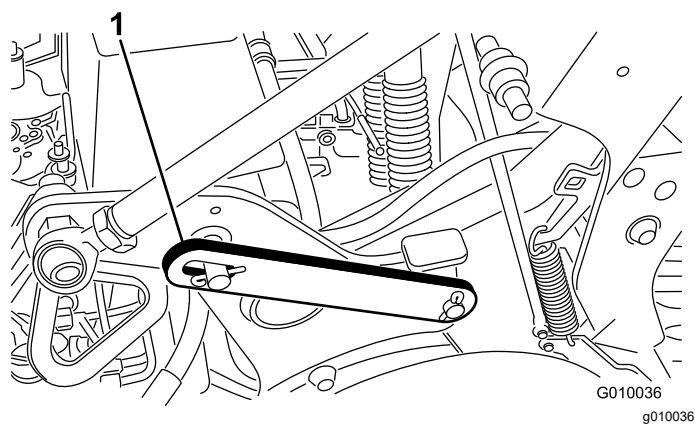

Рисунок 20
3. Снимите стопорное кольцо, которое крепит предохранительный фиксатор в положении хранения (Рисунок 20).